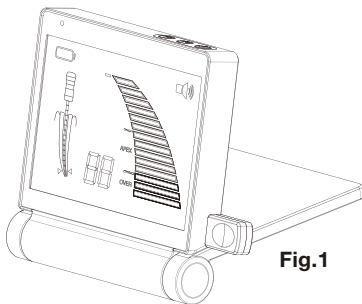

Fig.1
- 2) Inserte el enchufe del Test en la Toma de Cables de Medición (Fig.1). Verifique que el número que se muestra en el panel LCD esté dentro del rango de "04 y 00" y que el gráfico de barras sea amarillo. Si el valor numérico está fuera del rango de "04 a 00" y / o el gráfico de barras es verde o rojo, puede haber un fallo en el dispositivo.